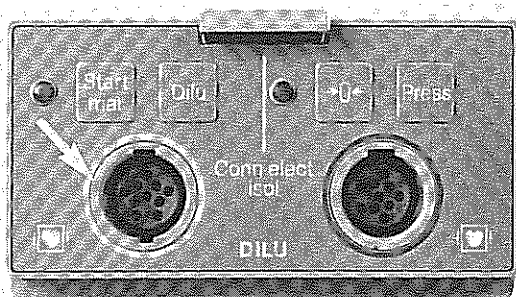

Bild 5
- * Schließen Sie die Verbindungsleitung am DILU-Modul an (Bild 5).